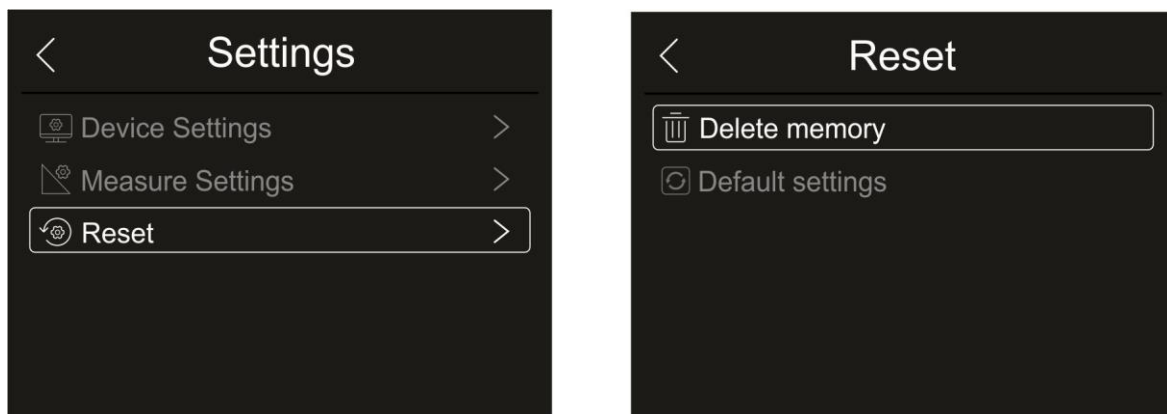

Fig. 28: Menú Reset del instrumento
1. Toque el texto “Reset”. La pantalla de Fig. 28 – parte derecha se muestra en el visualizador. Toque el texto “Delete memory”. Se muestra la siguiente pantalla de confirmación: